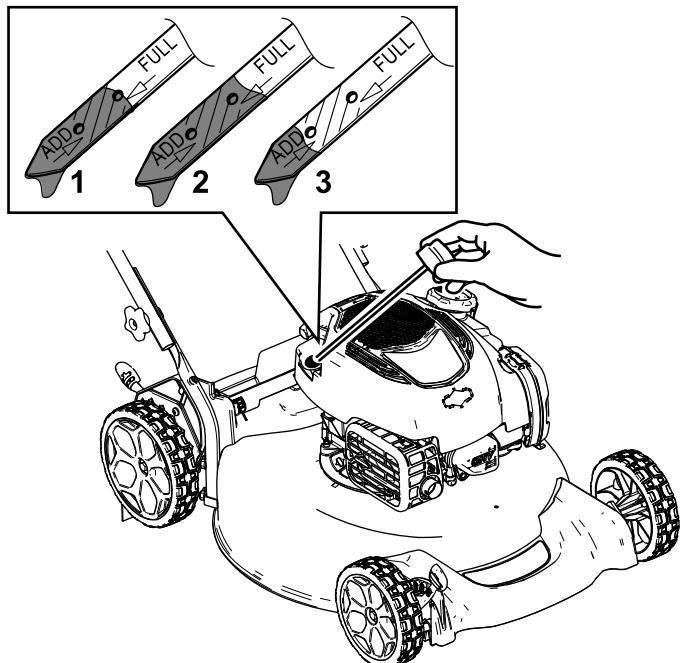

Bild 13
2. Entfernen Sie den Peilstab, indem Sie den Deckel nach links drehen und herausziehen (Bild 13).
5. Lesen Sie den Ölstand am Peilstab ab (Bild 13).
- Wenn der Ölstand am Peilstab zu niedrig ist (Bild 13), füllen Sie langsam etwas waschaktives Öl (SAE 30 oder SAE 10W-30) in den Öleinfüllstutzen, warten Sie drei Minuten und wiederholen Sie dann die Schritte **3** bis **5**, bis der Ölstand am Peilstab richtig ist. Informationen zur Ölsorte finden Sie unter Wechseln des Motoröls \(Seite 18\).
- Wenn der Ölstand am Peilstab zu hoch ist (Bild 13), lassen Sie Öl ab, bis der Ölstand am Peilstab richtig ist, siehe Wechseln des Motoröls \(Seite 18\).